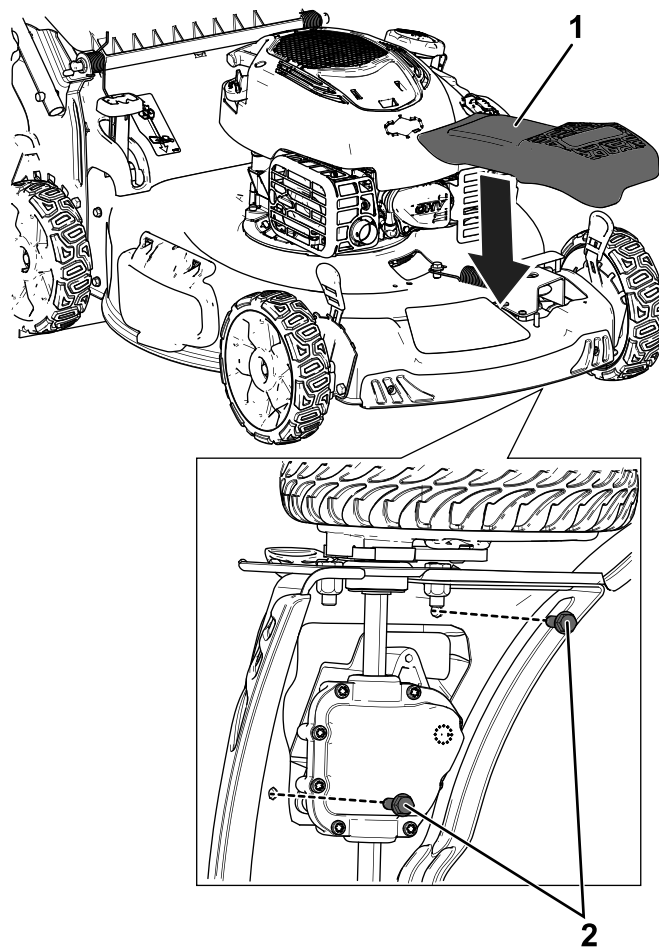

Rysunek 7
1. Wkręć 2 śruby mocujące silnik ($\frac{3}{8}$ cala x 1 cal) i dokręć je z momentem 45,2 N·m (Rysunek 7).